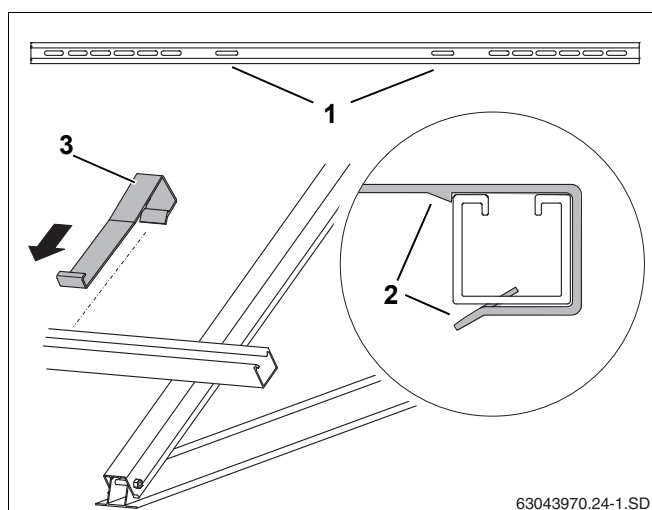

Рис. 36 Установка крепления от сползания
- ▶ Крепления от сползания (рис. 36, **поз. 3**) наденьте снаружи на профильные рейки так, чтобы они вошли во внутренние продольные отверстия (рис. 36, **поз. 1**) до защелкивания (рис. 36, **поз. 2**).